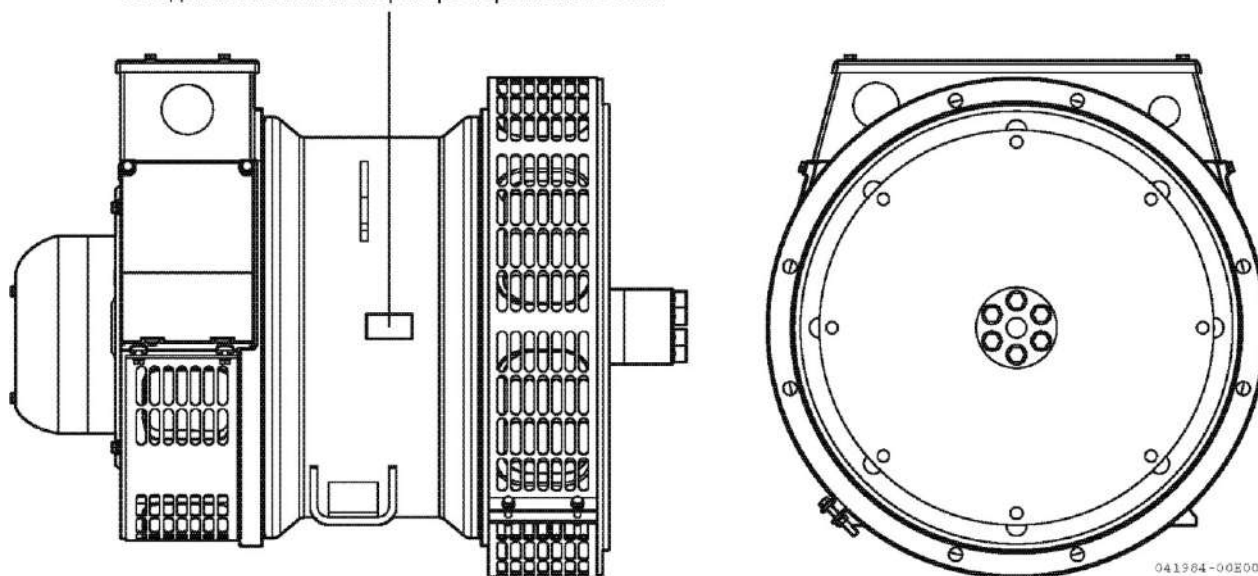
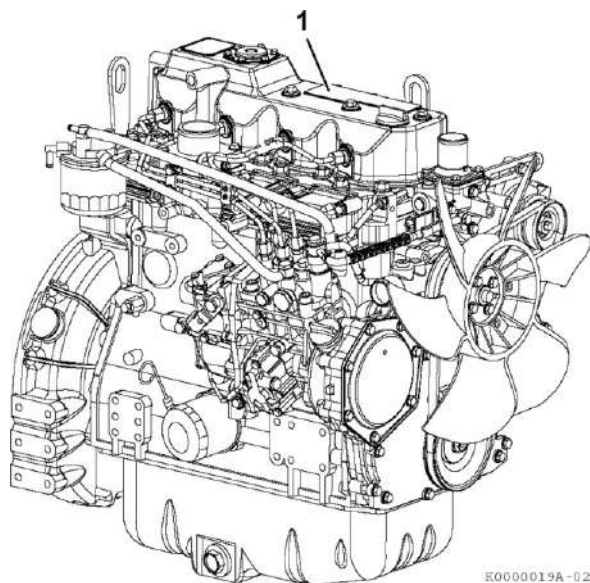

Рисунок 11
Рисунок 12
Заводская табличка двигателя (рисунок 12) расположена на верхней стороне двигателя (рисунок 11 (1)).